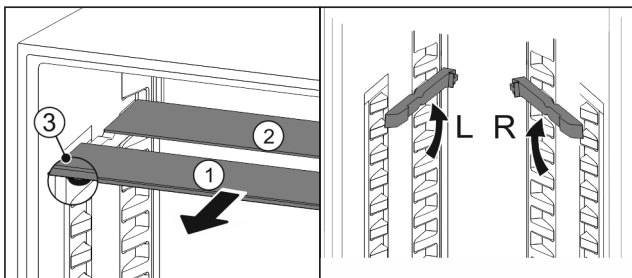

Fig. 29
- ▶ Издърпайте Fig. 29 (1) поотделно стъклените плочи напред.
- ▷ Стъклената плоча Fig. 29 (1) с декоративната лайсна е отпред.
- ▷ Ограничителите Fig. 29 (3) сочат надолу.